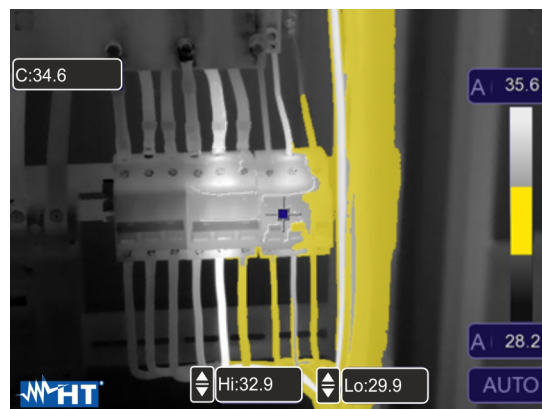

Fig. 43: Selezione isoterma Allarme intervallo Temp.
9. Toccare i campi "Hi" e "Lo" nella parte bassa del display e usare i tasti freccia ▲ o ▼ per impostare il valore della soglia di temperatura **massima** e **minima**. Lo strumento mostra i punti dell'immagine con temperatura compresa tra la soglia "Lo" e la soglia "Hi" in colore arancio e in grigio i restanti punti (vedere Fig. 43)